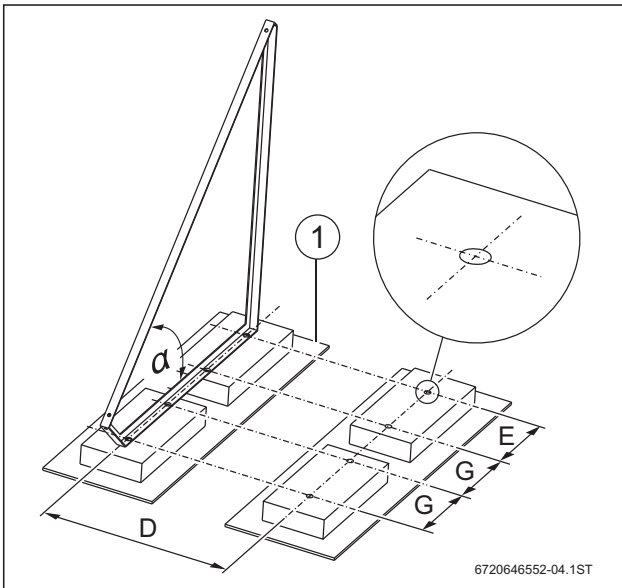

Bild 249 Winkelrahmen mit Betonplatten
- Handelsübliche Bautenschutzmatte unter den Betonplatten auslegen (→ Bild 249, [1]).